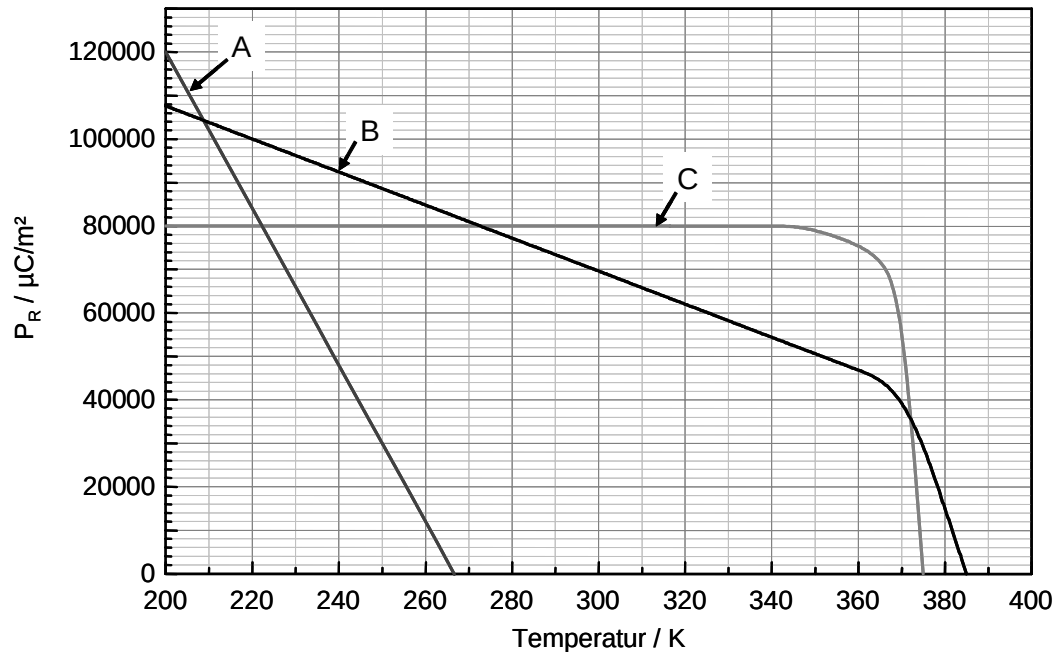

Bild 2: Kennlinien der remanenten Polarisation
In Bild 2 sind Kennlinien der remanenten Polarisation P_R über der Temperatur T von drei verschiedenen Materialien A, B und C gegeben.
b) Der Pyrodetektor wird bei einer Umgebungstemperatur von $T_U = 25\text{ °C}$ eingesetzt. Welcher der drei Werkstoffe aus Bild 2 ist für die Verwendung als Pyrodetektor geeignet? Geben Sie eine kurze Begründung für Ihre Wahl an und berechnen Sie den Pyrokoeffizienten π_P . (2 Punkte)